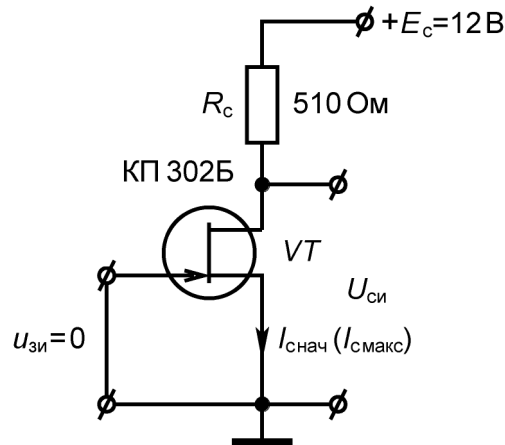

Рис.1 Схема для измерения начального (максимального) тока ПТ
– используя модули с расположенными на них элементами с нужными номиналами, собрать на монтажной панели схему, изображенную на рис. 1.